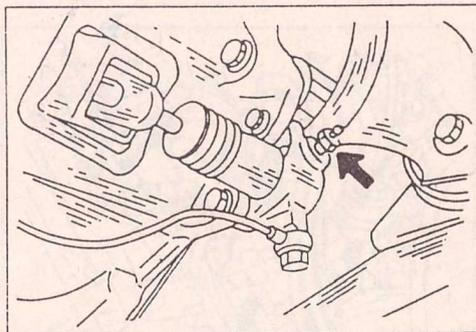

Рис. 169. Исполнительный гидроцилиндр привода сцепления. Стрелка указывает на вентиль выпуска воздуха.
- Открыть вентиль (рис. 169) и с по-
- Снять пылезащитный колпачок вентиля выпуска воздуха и надеть на него шланг (Рис. 169). Другой конец шланга опустить в емкость с тормозной жидкостью.